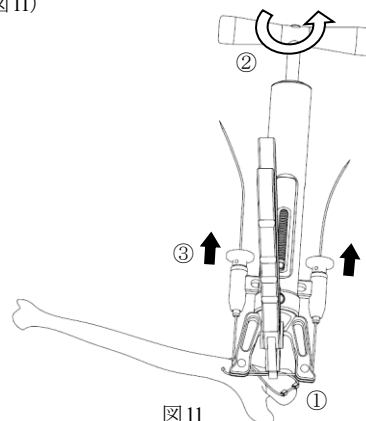

図11
- 4) ①クリンパーS・2 穴を使用し、クリンパーのストッパーまで確実に握り、スリーブ部を圧着します。
②圧着後、ケーブルテンショナーを取り外します。ハンドルを左回転させ初期位置まで戻します。
③ケーブルホルダー部のつまみを引き、ケーブルテンショナーを取り外します。(図11)